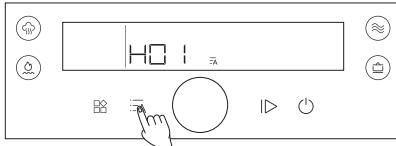

рис. 1
- Нажмите  чтобы войти в меню рецептов (рис. 1) поверните поворотный регулятор, чтобы выбрать желаемый рецепт (см. "Рецепты") (рис. 2).